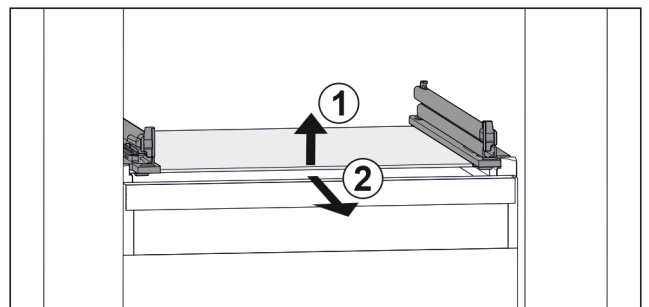

Fig. 129 Representación de la placa de vidrio a modo de ejemplo
- ▶ Levante la placa de vidrio por delante. Fig. 129 (1)
- ▶ Retire la placa de vidrio hacia delante. Fig. 129 (2)